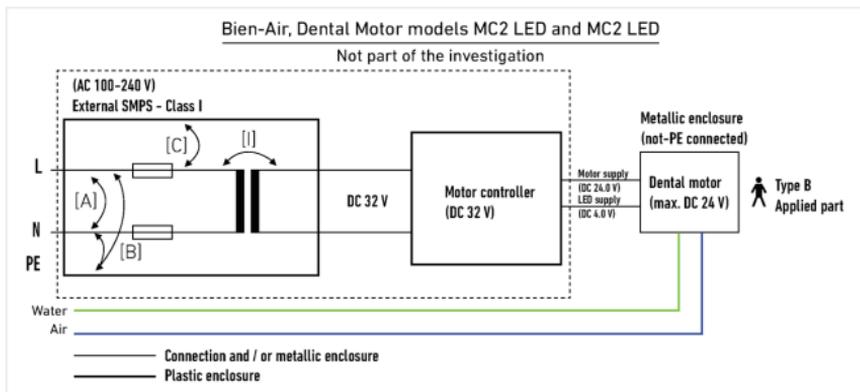

FIG. 1
Электрическая безопасность может быть заявлена в случае, если устройство используется в соответствии со схемой изоляции, приведенной выше. **Рис. 1.**
- При использовании в соответствии со схемой изоляции на **Рис. 1** устройство соответствует следующим пунктам стандарта IEC 60601-1:
Электромагнитная совместимость моторов и совместимых шлангов была проверена с помощью испытательной установки, представляющей типичное конечное применение, в соответствии со схемой изоляции **Рис. 1.** Электромагнитная совместимость для конечного применения должна быть подтверждена после установки мотора в стоматологический аппарат.
Рекомендованная установка соответствует схеме изоляции на **РИС. 1**.